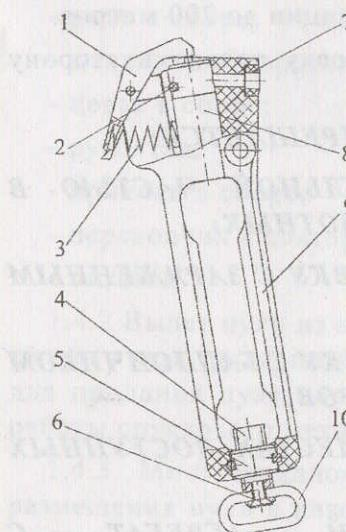

Рисунок 7 - Схема клапанного агрегата
- вложить баллончик в рамку 9 и произвести его накалывание путем закручивания винта 4 (рисунок 7);
- извлечь пружину 3 (рисунок 7), выбить штифт 2 и отделить клапан 8;